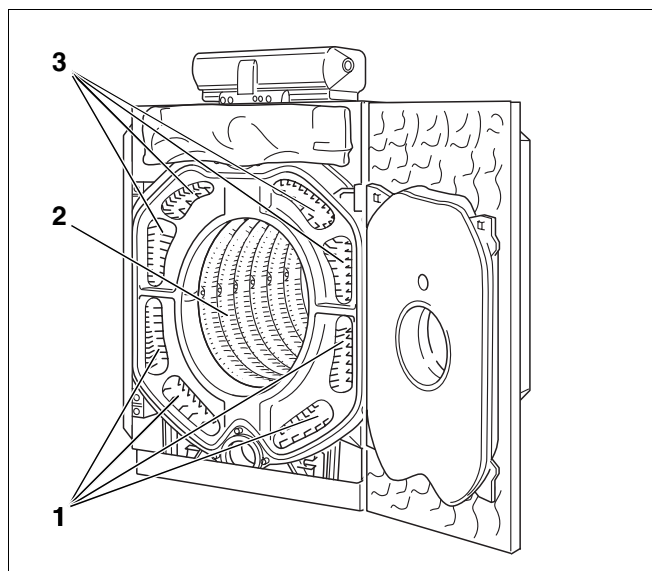

Fig. 58
- Røgslagene skal renses med rensbørsterne 4 og 5. (Fig. 58, **pos. 1 og 3**).
- Fyrboksen (Fig. 58, **pos. 2**) skal renses med rensbørste 8.